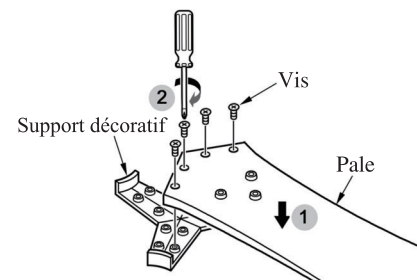

FIG.3
1. Installez les pales et le support décoratif ensemble & serrez-les soigneusement. (Voir fig.3)